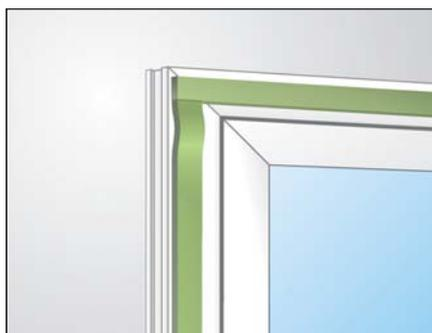

рис. 1. Выполнение углового соединения при монтаже окна
- Ленту illmod 600 нельзя огибать вокруг оконной рамы при обработке углов окон (Рис. 1).
- Ленты соединяются встык (Рис. 1 и 3).